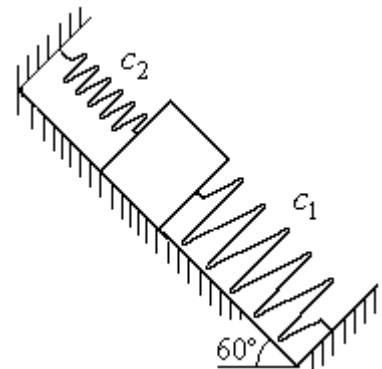

Рис. 4.10. Колебания груза на наклонной плоскости
**Задача 46.** Рабочий орган вибрационной машины представляет собой массивное тело, расположенное на гладкой наклонной плоскости между двумя пружинами (см. рис. 4.10). Угол наклона плоскости к горизонту  $60^\circ$ . Масса груза  $m = 9$  кг. Пружины, зажимающие груз, имеют коэффициенты жесткости  $c_1 = 300$  Н/м и  $c_2 = 600$  Н/м.